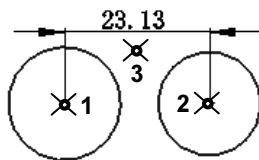

图 2.9.5 两点间距离的标注
Step 3 分别单击位置 1 和位置 2 以选择两点，单击位置 3 放置尺寸，如图 2.9.5 所示。